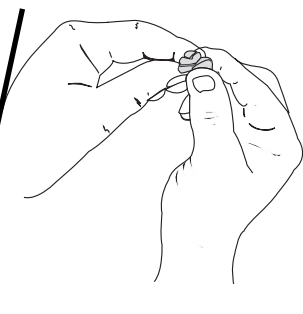

Fig. 29
5. Pressez le filtre pour répandre et drainer l'excédent d'huile (Fig. 29).